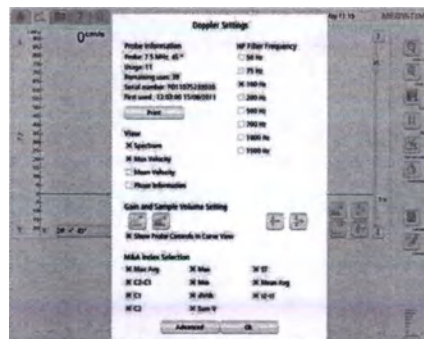

Рис. 10-3 Настройки доплера
2. Перейдите на экран Doppler settings Рис. 10-3 (Настройки доплера).